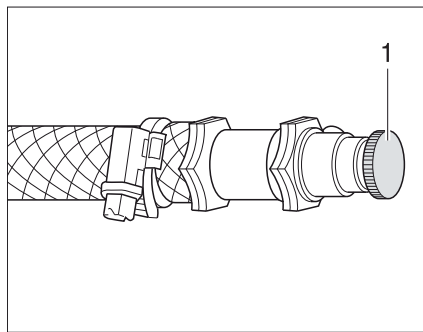

Fig. 163 Soupape de purge pour le chauffage à eau chaude
- Ouvrir la soupape de purge (Fig. 163,1) et la laisser ouverte, jusqu'à ce l'air soit complètement évacué du circuit.